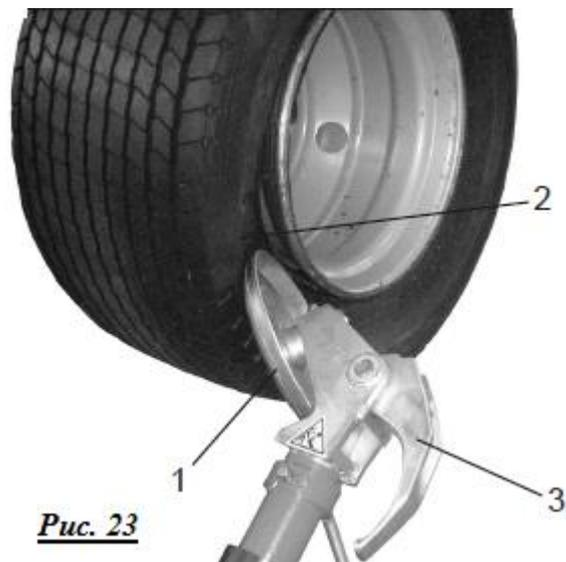

Рис. 23
5. Поместите, как показано на рис. 23, диск для бортирования (рис. 23, с. 1) с помощью управления соответствующей рукояткой. Внешний край обода (рис. 23, с. 2) должен почти касаться диска для бортирования.
9. Переместитесь в рабочее положение D (рис. 6) и повторите операции, описанные в пунктах 5 и 6, до тех пор, пока вы полностью не отбортируете шину. Во время всех операций с бортировочным диском рекомендуется использовать крючковый держатель (рис. 23, 24, с. 3), чтобы избежать затруднений во время работы.